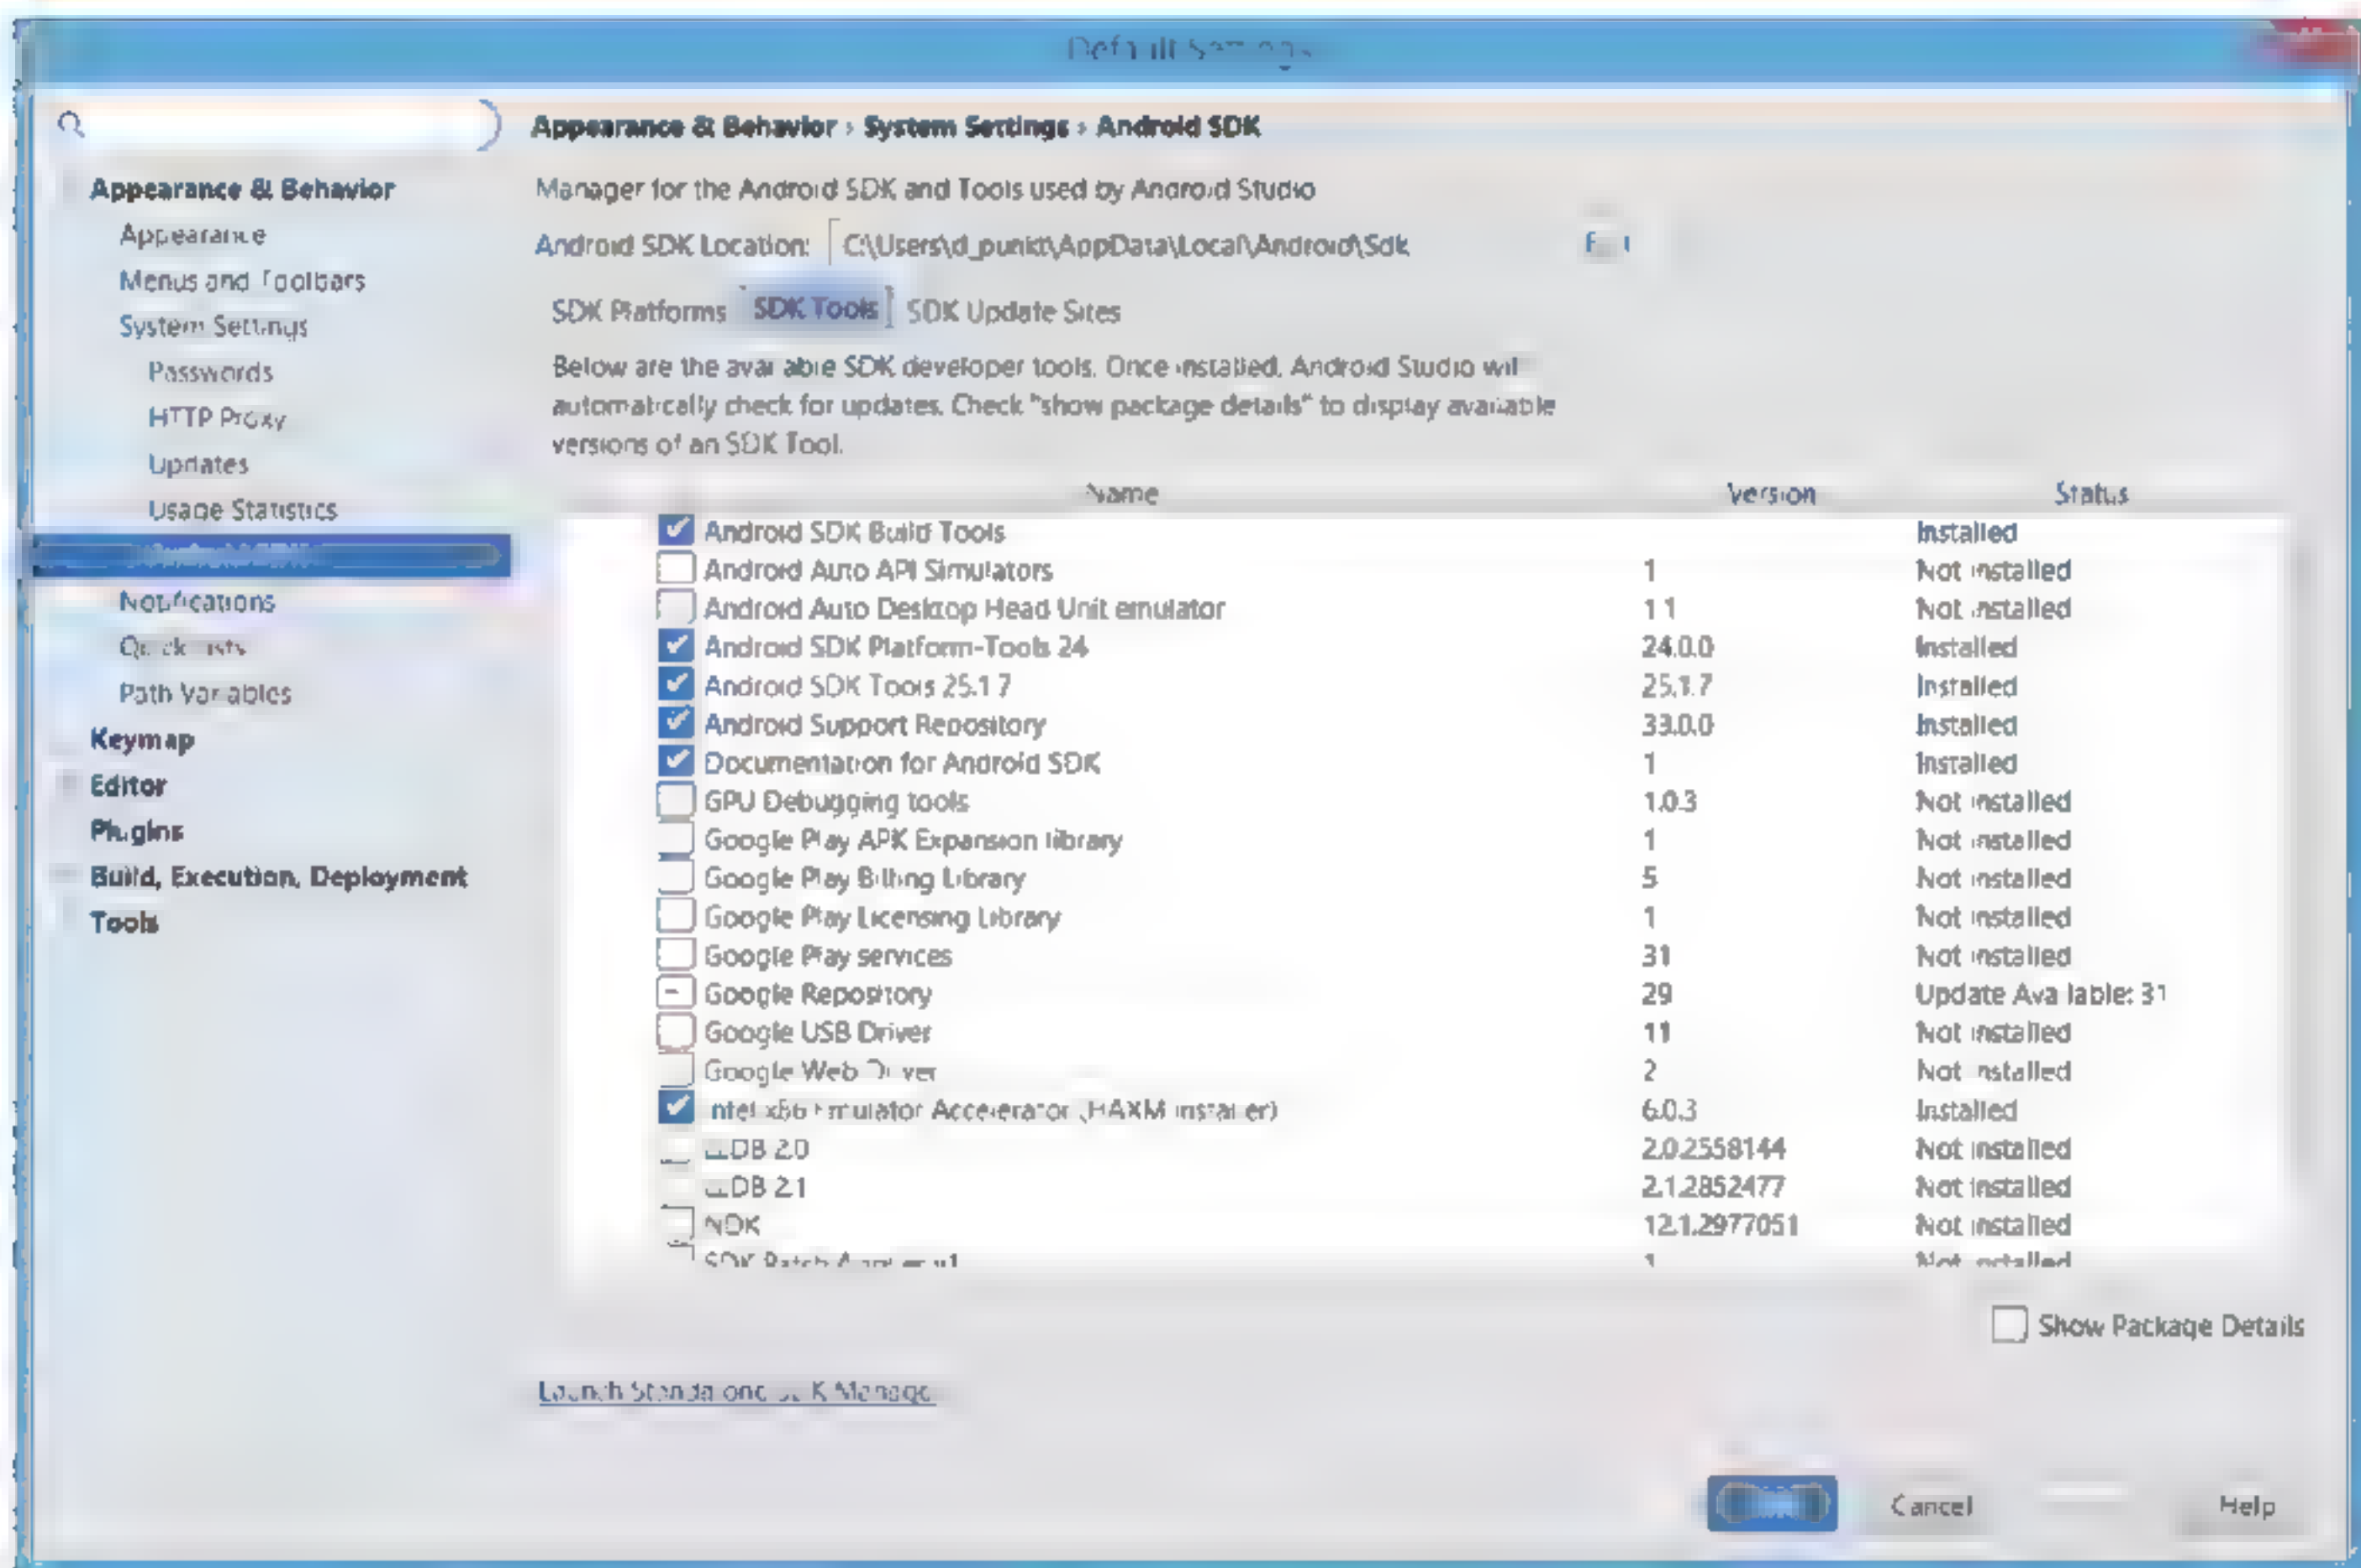

图 2-23 你可以在安卓开发工具 Android Studio 的 SDK 管理器中管理和下载所需的软件包
- 调出 Android Studio（程序—Android Studio—Android Studio），然后在配置选项下启动 SDK 管理器（如图 2-23 所示）。